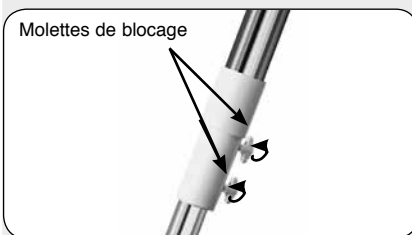

Fig. 11: Réglage du trépied en hauteur
11. Réglage de la hauteur du trépied: réglez la hauteur du trépied à votre convenance en desserrant les molettes papillons de blocage des jambes du trépied (Fig. 11). Étirez ou raccourcissez la section télescopique intérieure de chaque jambe à la longueur désirée. Resserrez ensuite chaque molette. Préférez une hauteur qui rende l'observation plus confortable.